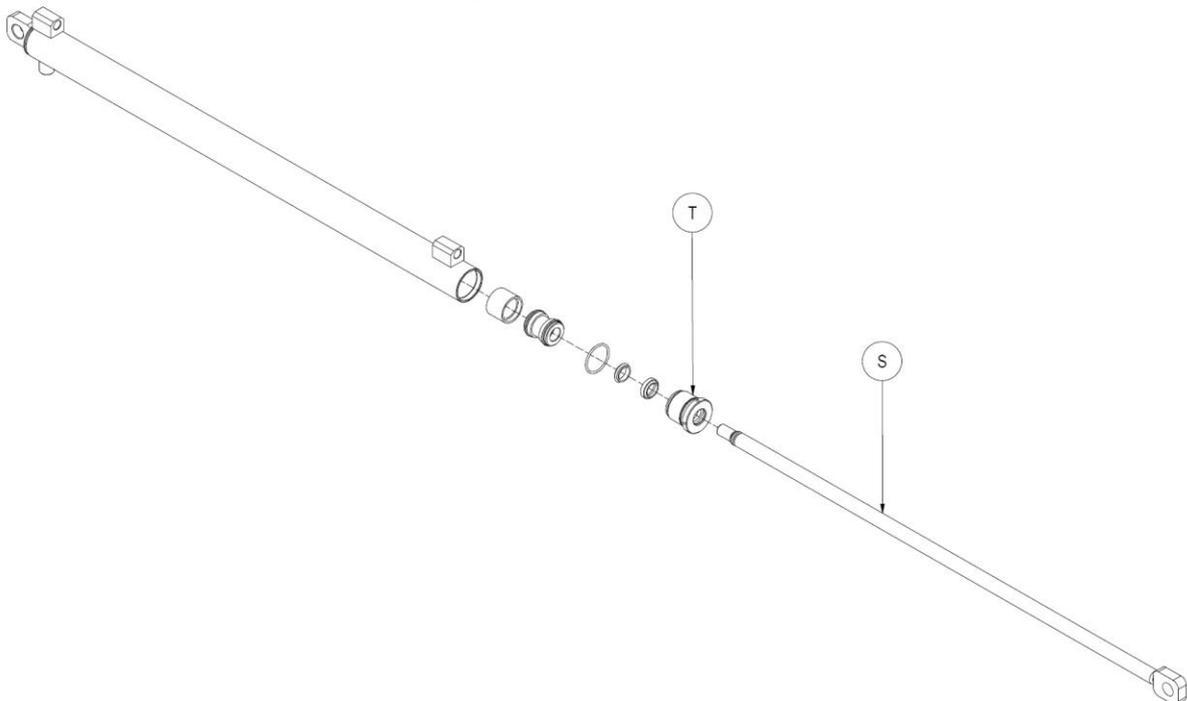

Abbildung 20
8. Beziehen Sie sich auf die *Abbildung 20*.